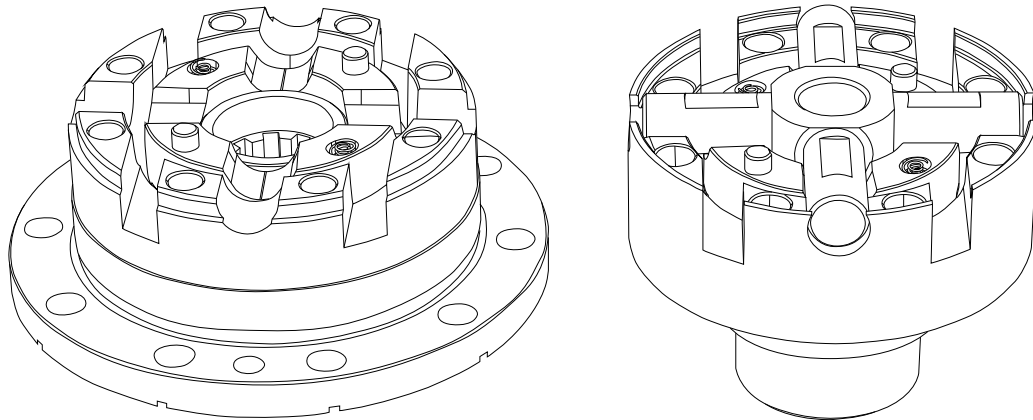

Рис. 3
- e. В малую половинку корпуса дифференциала поместите оси сателлитов или крестовину **[7]** с упорной осью **[8]**; Результат всех проделанных операций отражен на **Рис. 3**.